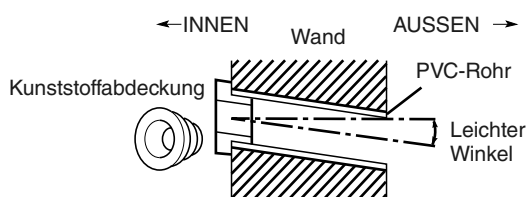

Abb. 3-60
- (6) Die Kunststoffabdeckung über das Rohrende schieben (nur für Innenseite) und in die Wand einsetzen. (Abb. 3-60)